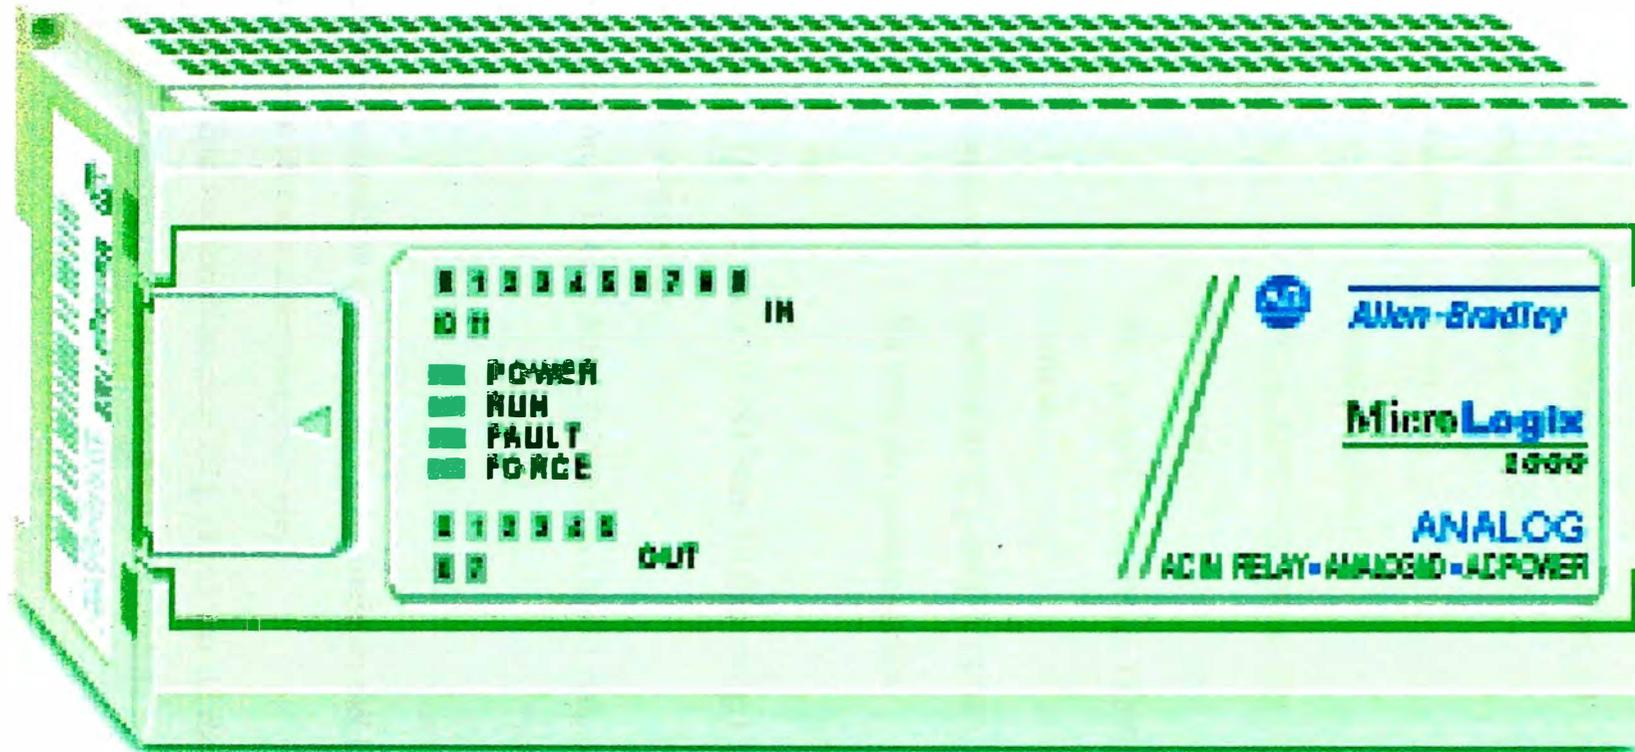

Figura 2.11: Controlador Lógico Programable Allen Bradley, MicroLogix 1000 1761-L32BWB
**2.4.2 Controlador Lógico Programable (PLC):** Se define así a toda máquina electrónica, diseñada para controlar en tiempo real y en medio industrial procesos secuenciales. Realiza funciones lógicas: series, paralelos, temporizaciones, contajes y otras más potentes como cálculos, regulaciones, etc. El PLC utilizado es el MicroLogix™ 1000 1761-L32BWB de Allen-Bradley (ver Figura 2.11).